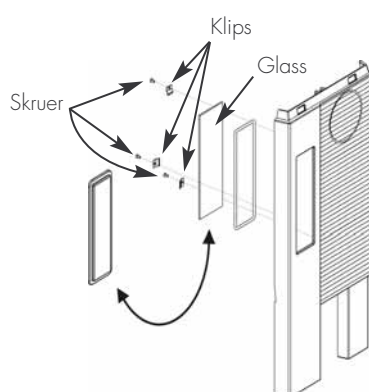

Fig. 5 Montering av blendingsplate i stedet for sideglass:
3. Demontering av sideglass se side 5 fig. 5
Avstand til brannmur/skorstein opprettholdes på 100 mm dersom sideglasset tas ut og blendingsplaten settes inn. Se fig. 5 side 5.